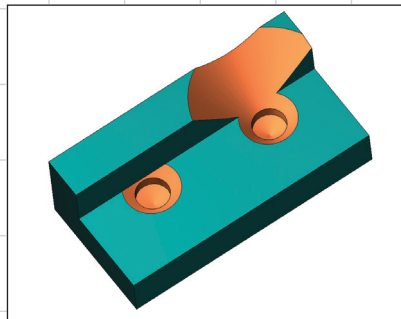

Рис. 9. Обработка навеса различными способами
- операция *Отверстие* теперь позволяет обрабатывать навес различными способами (рис. 9);